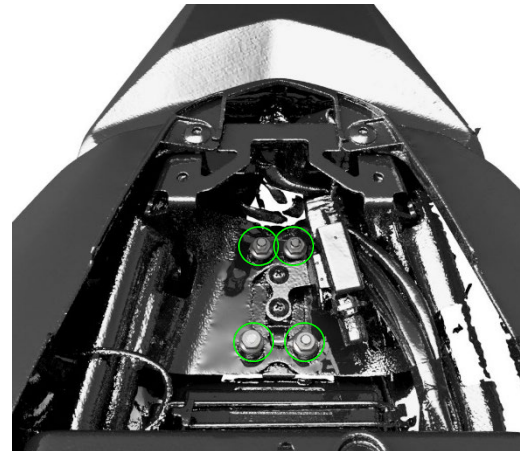

Abbildung 4
- Die Unterlegscheiben (**Artikel 6**) und selbstsichernden Muttern (**Artikel 7**) lose befestigen (**Abbildung 4**)